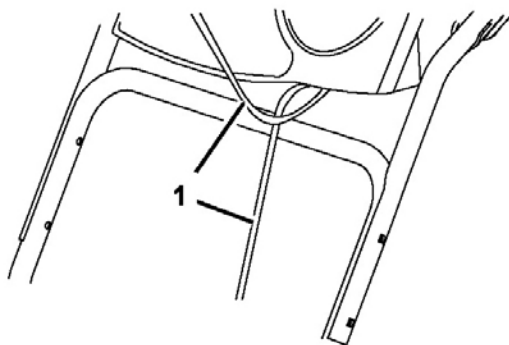

Рисунок 3
1. Поднимите и поверните верхнюю рукоятку и расположите ее над нижней рукояткой. (Рис. 3)